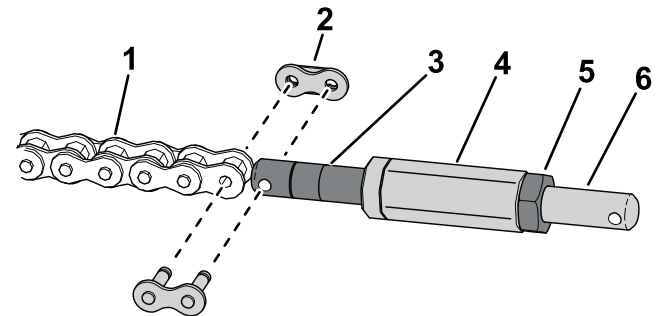

**Figura 2**
2. Utilizați tifturi și un urub cu cap hexagonal pentru a fixa opritorul roii pe ansamblul inel (Figura 2)